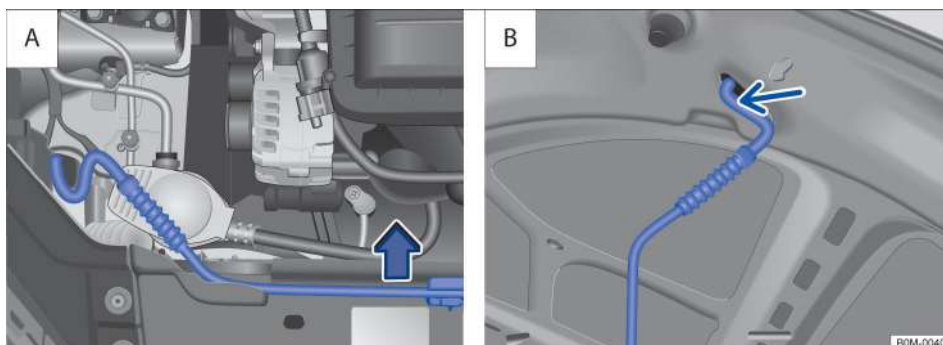

Рисунок 111 A: Опора стойки капота в моторном отсеке; B: поддерживаемый капот моторного отсека
- Выньте опорный стержень капота моторного отсека из держателя в направлении, указанном стрелкой. → Рисунок 111 A, и вставьте его в отверстие на капоте моторного отсека → Рисунок 111 B (стрелка).
- Снимите опорный стержень капота моторного отсека и защелкните его в кронштейне передней стенки → Рисунок 111 A.